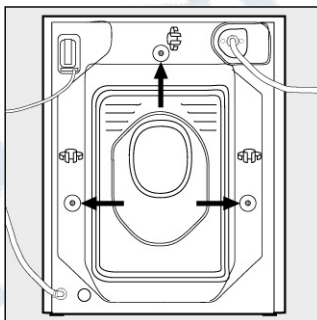

Рис. 3
- б) отверните три транспортировочных болта (см. рис. 3);